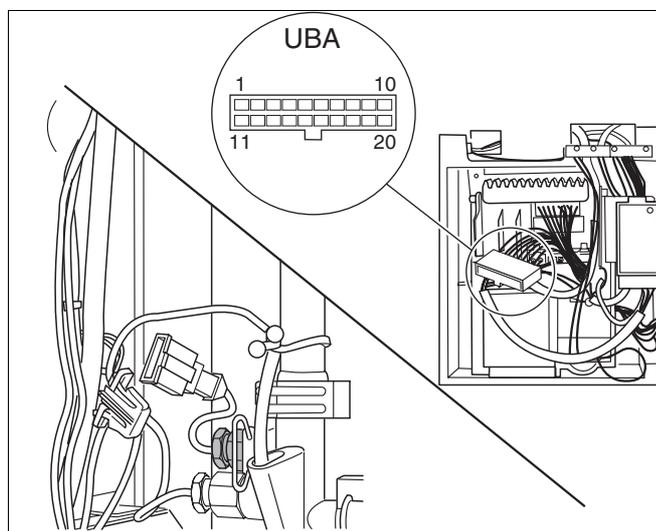

Fig. 69 Logamax plus GB122-11/19/24/24K: controllare cavo di collegamento al sensore di mandata
- Tramite l'apparecchio per la prova della continuità, verificare il cavo posto tra la connessione a spina e la spina a 20 poli nell'UBA. Eseguire la verifica sui collegamenti 05-20 e 18-20 (fig. 69).